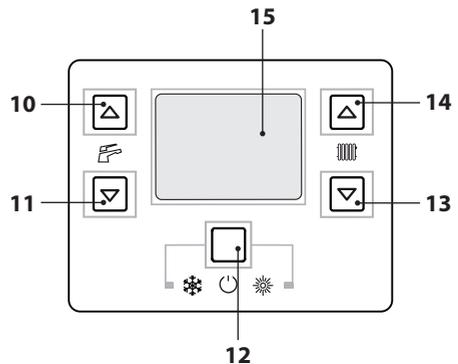

Figura 8.2
- Entre en la "modalidad de programación" pulsando simultáneamente durante 10 segundos los botones 12-13-14( Figura 8.2) hasta que aparezcan en el display LCD las letras **P01** que se alternan con el valor del parámetro, indicando que se ha entrado en el "parámetro 01" (Figura 8.3).
- Pulsando el botón 12 (Figura 8.2) se confirma el valor introducido.
- Pulsando simultáneamente los botones 12 y 13 (Figura 8.2) se sale sin modificar el valor (se vuelve a la lista de parámetros Figura 8.4)
- Pulsando simultáneamente durante 10 segundos los botones 12-13-14 (Figura 8.2) se sale de la "modalidad de programación".